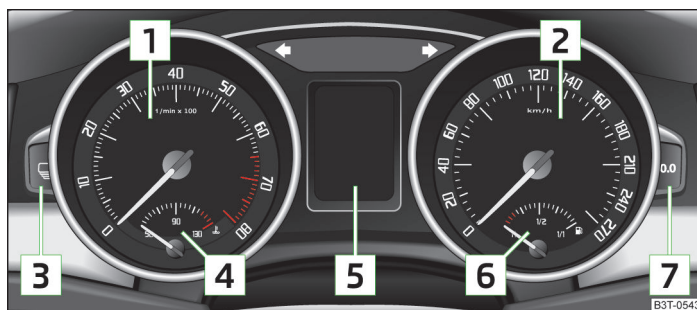

Fig. 2 Cuadro de instrumentos combinado
El sector rojo de la escala del cuentarrevoluciones **1** » fig. 2 de la página 12 marca el sector, en el que el sistema comienza a limitar el régimen del motor. El sistema limita automáticamente el régimen del motor a un valor límite seguro.
➤ Pulsar la tecla » fig. 2 de la página 12 más tiempo.
El reloj se maneja con las teclas y » fig. 2 de la página 12.
- Pulse la tecla » fig. 2 de la página 12 repetidas veces hasta que parpadee la indicación del cuentakilómetros total » página 15.